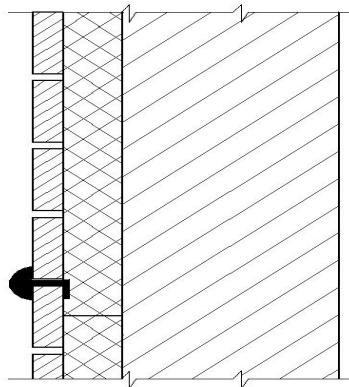

Рис. 9.
2.7.1. В качестве одного из вариантов визуального разграничения линии цокольного этажа и основного экрана фасада, возможно использовать пластиковый Т-образный молдинг см. рис. 9.